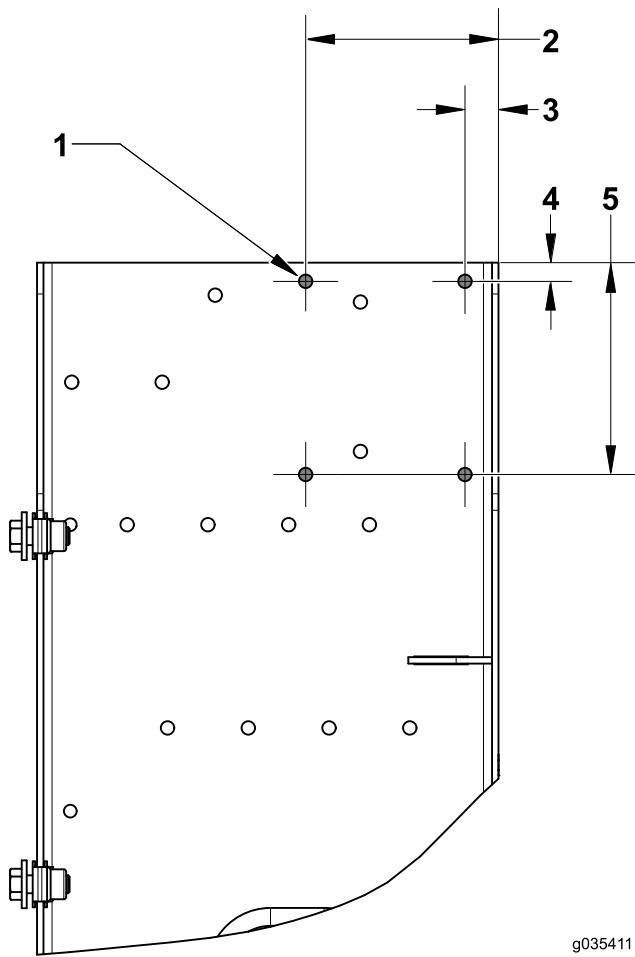

**Figura 6**
2. Localice y perfore los siguientes taladros para el bloque de fusibles y el relé (Figura 6).